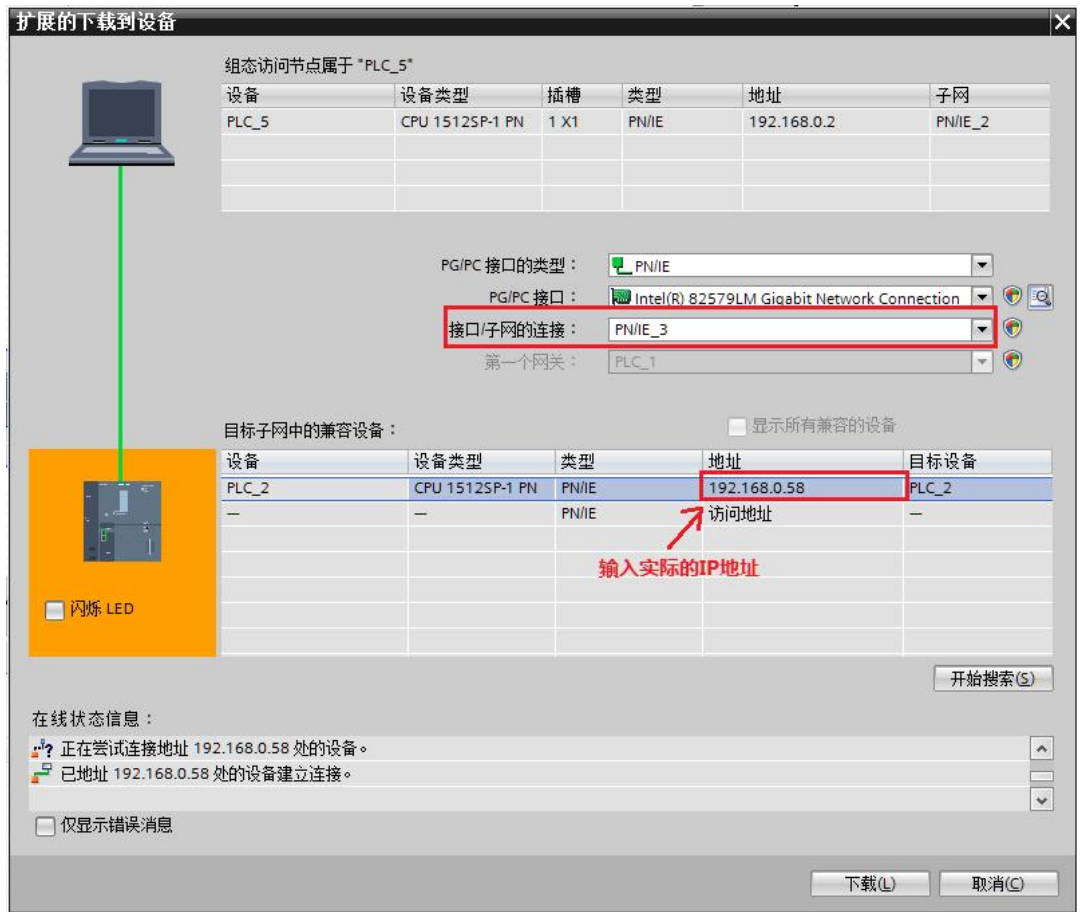

图 2-8 直接输入实际的 IP 地址
2. 如果 PLC\_5 已经有 IP 地址并且与 PLC\_2 在同一网段内，但是与硬件配置中的不同，则可以在下载窗口中直接敲入 PLC\_5 的 IP 地址，然后进行下载。比如本例中硬件配置中的 IP 地址为 192.168.0.2，实际的 IP 地址为 192.168.0.58，则直接敲入实际的 IP 地址，TIA 博途会自动搜索，搜索完成后，即可进行下载。如图 2-8 所示。